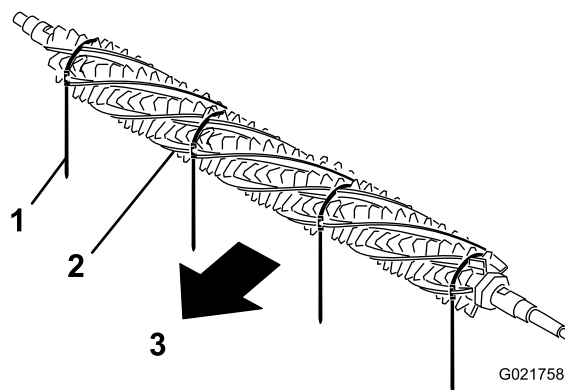

Figure 18
1. En passant par un côté du cylindre groomer, glissez une brosse dans chaque rainure sur toute la longueur du cylindre (Figure 18).